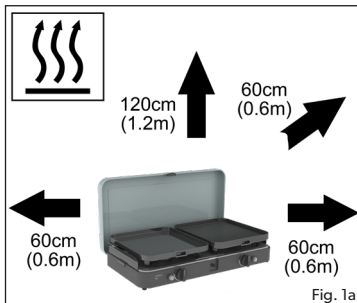

Fig. 1a
- Se till att apparaten används på säkert avstånd från antändliga material. Minimum säkerhetsavstånd: ovanför apparaten - 1,2m, bakåt och åt sidorna - 0,6m. (Fig 1a)